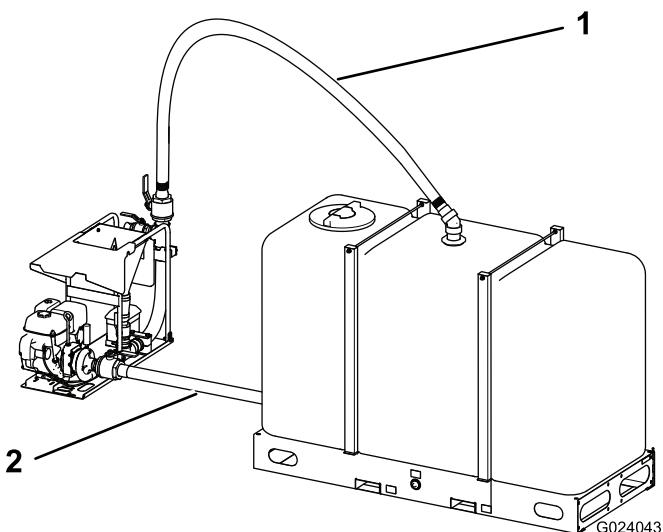
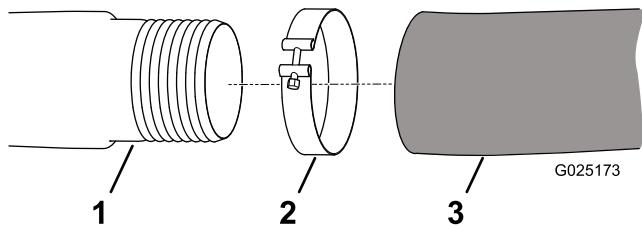

Figure 6
Figure 7
2. Avec le collier de flexible fourni, branchez l'extrémité libre du flexible à l'aspiration de la pompe sur le malaxeur comme illustré dans Figure 6, Figure 7, et Figure 8.
4. Utilisez 2 colliers de flexible (fournis) pour brancher l'autre flexible au dessus du réservoir et au dessus du malaxeur comme illustré dans Figure 6, Figure 7, et Figure 8.